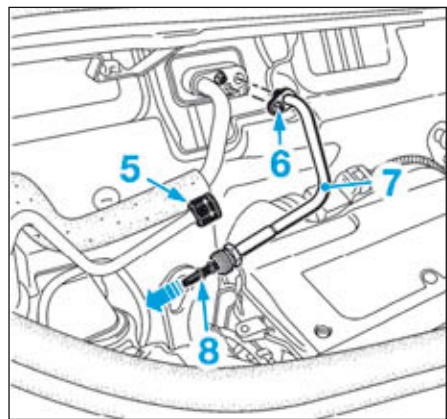

FIG.6
- Débloquer l'écrou (5) (Fig.6).
- Déposer la vis (6).
- Déboîter le tuyau de liaison «condenseur - évaporateur» complet (7) de l'évaporateur.